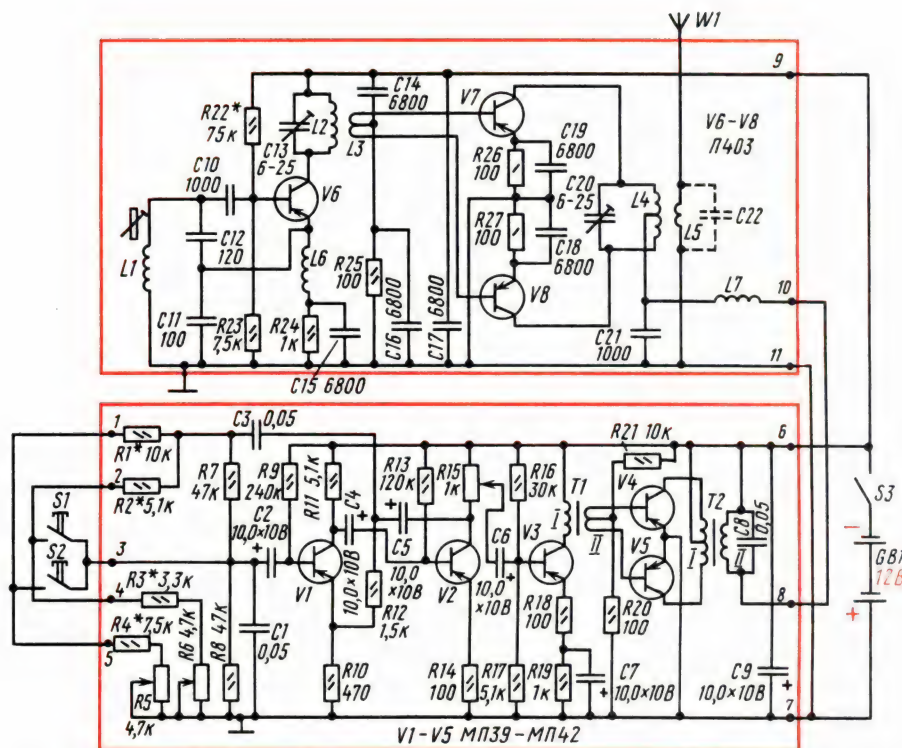

Рис. 352. Принципиальная схема двухкомандного передатчика для управления моделью
**Передатчик.** Принципиальная схема двухкомандного передатчика показана на рис. 352. Он, как видишь, транзисторный. Состоит из задающего генератора с услителем мощности и модулятора, обведенных на схеме цветными линиями. Цифрами 1–11 обозначены точки подключения к платам передатчика источника питания и кнопочного пульта управления. Передатчик питается от батареи напряжением 12 В, составленной из трех батарей 3336Л.